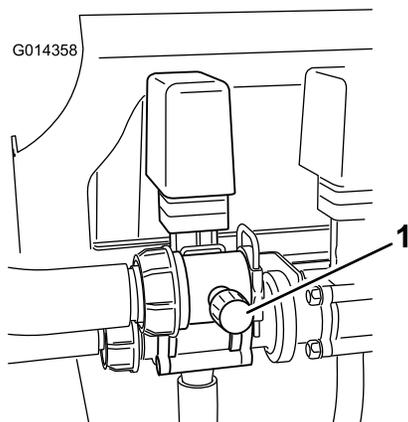

Figura 24
- Regolate la valvola di bypass dell'agitatore (Figura 24) sul retro della valvola dell'agitatore fino a quando il valore della pressione sul misuratore corrisponde a 100 psi.